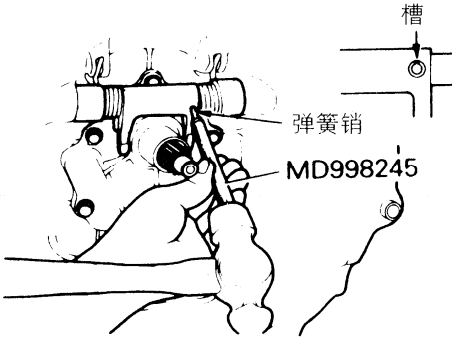

图 3-15 安装弹簧销
(2) 安装弹簧销时,如图 3-15 所示,用专用工具或冲头将弹簧销向上敲入面向它们的槽内。对分离叉和分离轴承的接触表面涂敷所规定的润滑脂。所规定的润滑脂为三菱牌润滑脂产品号 0101011 或相当的品种。